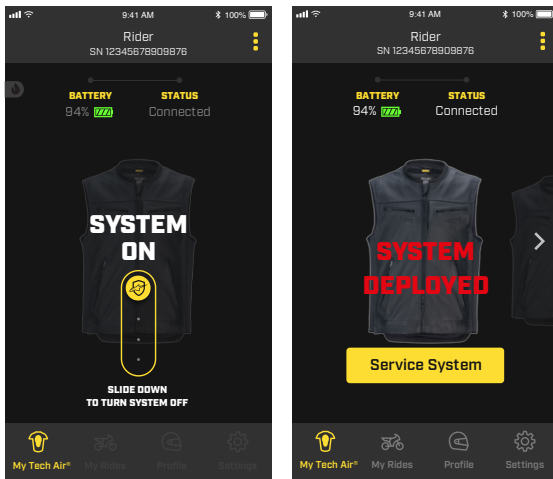

Abbildung 19
Während der Fahrt ist der Modus "SYSTEM EIN" aktiv und der Benutzer kann aus Sicherheitsgründen nicht auf die meisten Funktionen der App zugreifen. Falls das System vom Benutzer deaktiviert werden muss, z. B. während einer anstrengenden Fahrt im Gelände, kann das System über das Schiebepfeilsymbol in der App ausgeschaltet werden (siehe Abbildung 19). Um das System wieder zu aktivieren, öffnen und schließen Sie den Aktivierungsreißverschluss (1).
Im Falle der Bereitstellung zeigt die App den entsprechenden Status mit dem Wortlaut "SYSTEM DEPLOYED" an, wie in Abbildung 19 dargestellt.